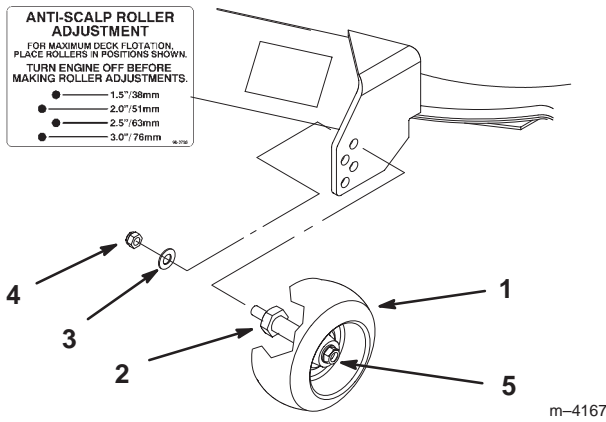

Figure 21
2. Lorsque la hauteur de coupe est réglée, retirez l'écrou à collerette et la rondelle élastique tout en maintenant le goujon avec une clé (Fig. 21).
- Note:** N'enlevez pas l'écrou et la rondelle de la roue (Fig. 21).
3. Choisissez le trou pour que la roue de jauge se trouve le plus près possible de la hauteur de coupe correspondante voulue (Fig. 21).
4. Remettez l'écrou à collerette et la rondelle élastique (Fig. 21).